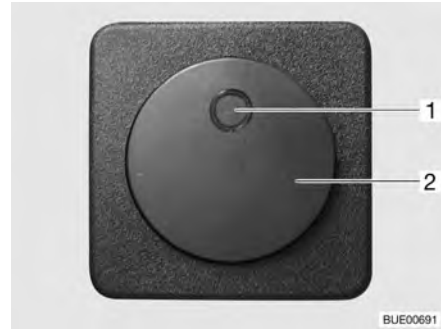

Fig. 138 Interruptor para calentamiento eléctrico del piso
- Presionar el interruptor basculante (Fig. 138,2). La luz de control del interruptor (Fig. 138,1) se enciende.
- Presionar el interruptor basculante (Fig. 138,2). La luz de control (Fig. 138,1) del interruptor se apaga.